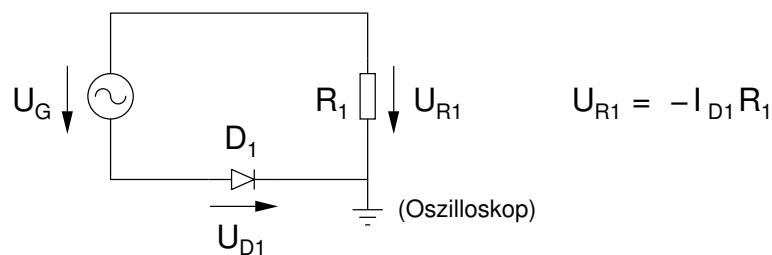

Abbildung 11: Messaufbau zur Aufnahme der Kennlinie einer Diode
Mit der in Abbildung 11 dargestellten Messanordnung soll die Kennlinie einer Diode aufgenommen werden. Aus dieser Kennlinie ist die Knickspannung zu ermitteln sowie der differentielle Widerstand an bestimmten Arbeitspunkten der Diode. Für den Messvorgang ist zu beachten, dass das Oszilloskop im X-Y-Modus betrieben werden muss und diese Messung nur durchgeführt werden kann, wenn der Ausgang des Funktionsgenerators nicht geerdet ist. Sonst würde die Diode  $D_1$  über die Masseanschlüsse von Oszilloskop und Funktionsgenerator kurzgeschlossen werden. Um die richtige Orientierung der Kennlinie zu erreichen ist der Kanal 1 invertiert darzustellen.
1. Bauen Sie die Schaltung aus Abbildung 11 auf. ( $R_1 = 100 \Omega$ ,  $U_G = 5 \text{ Vpp}/50 \text{ Hz}$ ). Die zu verwendende Diode (1N4148, 1N4007, LED rot, LED gelb, LED grün) wird Ihnen vom Tutor zugewiesen.